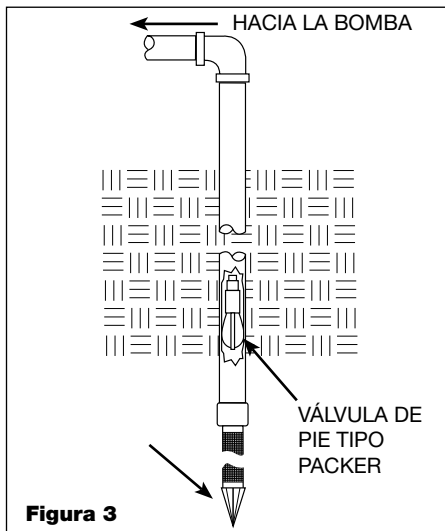

Figura 3
**NOTA:** Puede instalar una válvula de pie tipo packer en el pozo (Vea la Figura 3). Este tipo de válvula de pie permite que la tuberías en el pozo se llenen de agua durante el proceso de cebar la bomba y le facilita chequear si hay fugas en la tubería de entrada. Siga las instrucciones del fabricante para instalar la válvula de pie tipo packer.